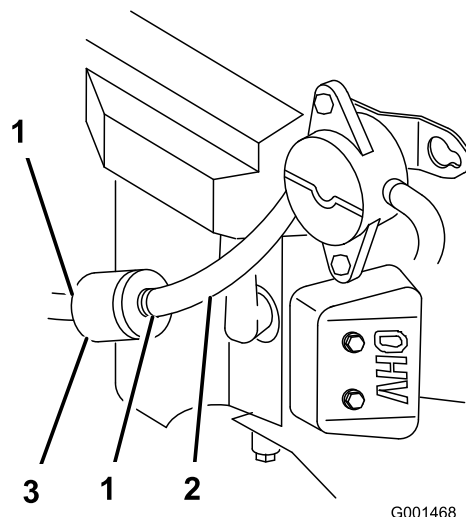

Figure 38
4. Pincez les extrémités des colliers et faites glisser ceux-ci pour les éloigner du filtre (Figure 38).